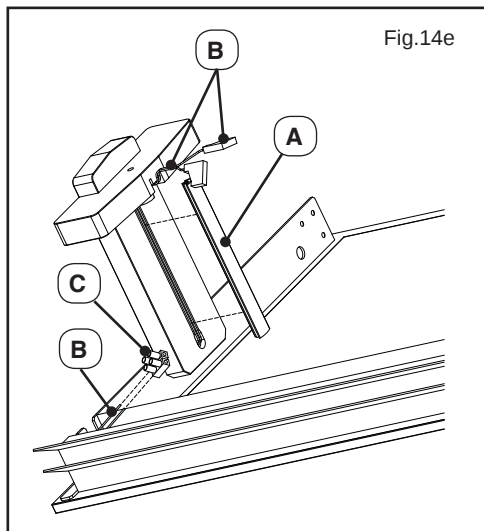

Fig.14e
- Estrarre la guarnizione A che copre l'asola al centro del reggimensola (Fig.14e);
- Inserire il cavetto nel foro e nell'asola del reggimensola (Fig.14e);